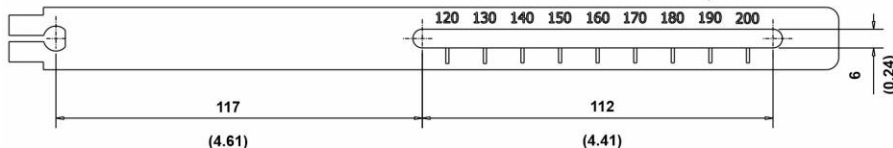

Figura 1.10 – Tamanhos de braço de realimentação
4. O FY500 é montado em atuadores lineares com deslocamentos de até 200 mm (8 pol.). Veja na figura 1.10 os diferentes tamanhos de braço de realimentação, dependendo do curso do atuador a ser usado.